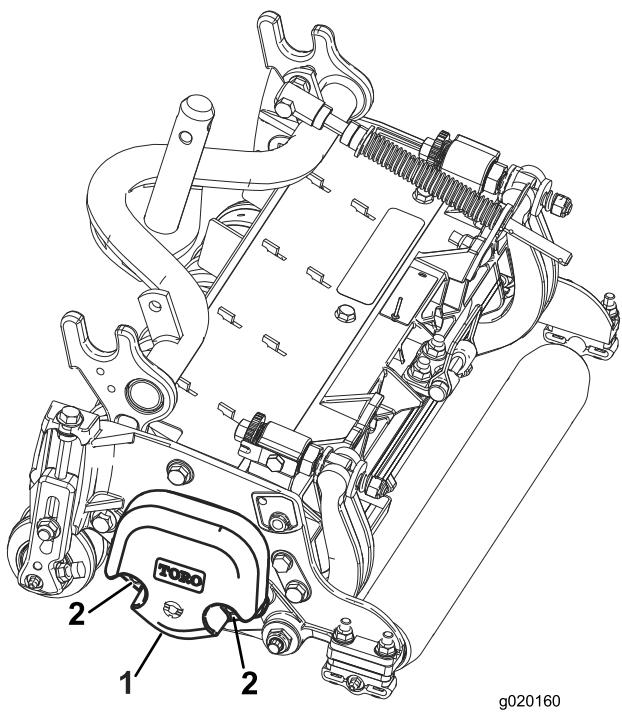

図 6
1. 2番と4番のカッティングユニットで、カウンタ・ウェイトをユニット左側に固定しているロックナット2個を外す。カウンタウェイトを取り外す図6。